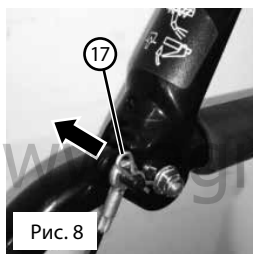

Рис. 8
- Отсоедините трос шнека от рычага 2, вынув шплинт 17 (рис. 8).